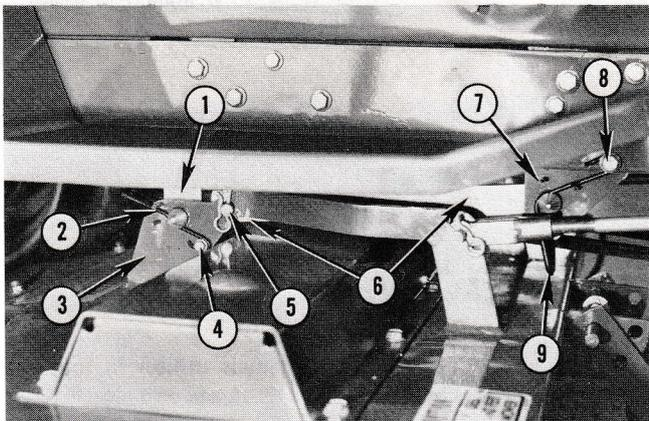
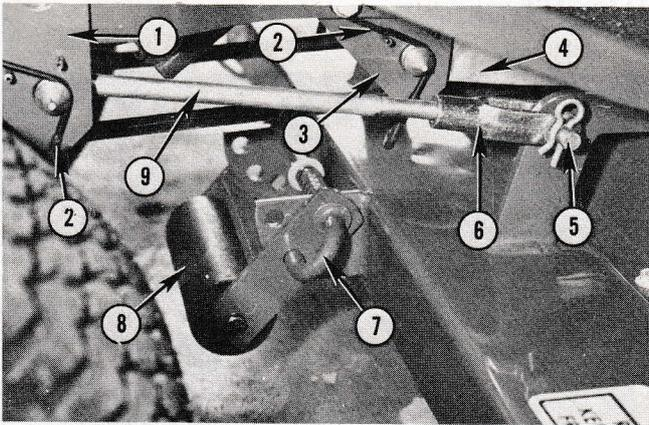

Fig. 35 – Préparation du tracteur
Fig. 37 – Montage de la tondeuse
2. Fixer les étriers de suspension aux bras de relevage du tracteur, avec les rondelles plates et les goupilles fendues. Ces pièces peuvent être laissées sur le tracteur après le démontage de la tondeuse (Fig. 35).
1. Monter les agrafes d'assemblage (N° 2, Fig. 35) du côté extérieur des plaquettes de montage arrière de la tondeuse (N° 3) avec un boulon à tête hex de 1/4" x 3/4" et un écrou de blocage à collet (N° 4).
3. Assembler les bras de relevage (N° 4, Fig. 37) aux plaquettes de montage (N° 3) et les étriers de suspension (N° 1, Fig. 35) à la tondeuse. Enclencher les agrafes d'assemblage en place.
4. Remettre en place la barre de réglage de hauteur de rouleau avant (N° 7, Fig. 37) dans le trou inférieur et les roulettes dans le trou supérieur.
Le tracteur doit se trouver sur une surface plane et ses pneus doivent être correctement gonflés. (Voir le chapitre "entretien" pour la pression de réglage.) Abaisser le rouleau avant (N° 8, Fig. 37) à sa position la plus basse. Raccourcir les barres de tringle de relevage (N° 9) suffisamment pour qu'elles s'engagent dans les plaquettes de montage (N° 1), en place avec les agrafes d'assemblage dans les rainures des axes d'attache avant. Remettre le rouleau au trou central.